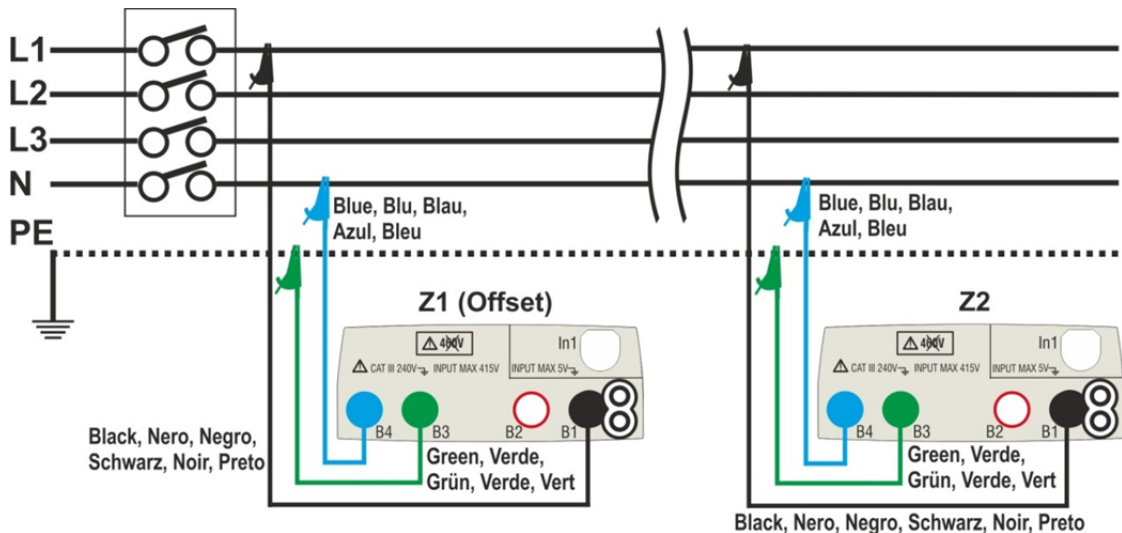

Abb. 34: Verbindung des Gerätes für die Messung des Spannungsfalls in L-N Modus
6. Gehen Sie zum Punkt 9 falls Sie den Z1 (Offset) Wert manuell eingegeben haben. **Falls Sie den Z1 (Offset) Wert NICHT manuell eingegeben haben**, schließen Sie das Gerät an der Hauptverteilung des zu messenden Stromkreises (üblicherweise direkt hinter der Schutzeinrichtung) in Einklang mit Abb. 34 oder Abb. 35 zur Durchführung der ersten **Z1 (Offset)** Impedanzmessung an. In diesem Fall wird das Gerät die Impedanz am Anfangspunkt der Leitung messen und sie als Bezugswert (Offsetwert) betrachten. Die folgende Bildschirmseite (der L-L Messung) erscheint im Display
9. Schließen Sie das Gerät am Endpunkt der zu messenden Leitung in Einklang mit Abb. 34 oder Abb. 35, um die Impedanzmessung (**Z2**) am Ende der Leitung durchzuführen. Der hier nebenstehende Bildschirm erscheint im Display. Beachten Sie dabei auch den im Display angezeigten vorher gemessenen Offsetwert Z1